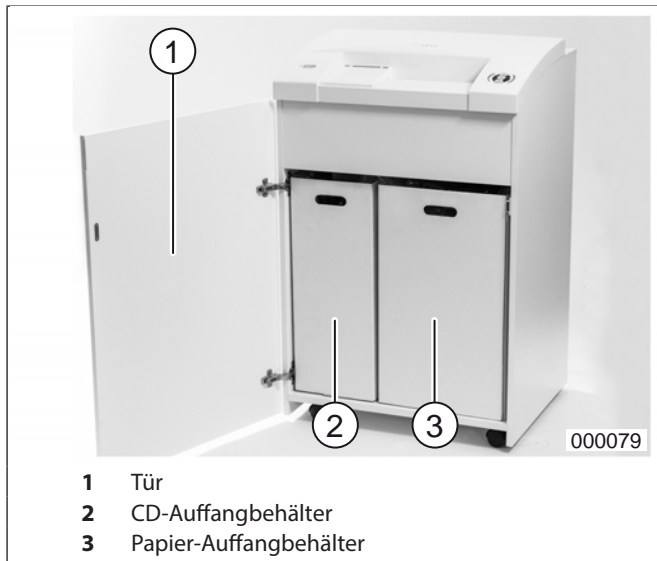

Abb.4 Auffangbehälter
Das Schnittgut wird getrennt in den zwei nebeneinander stehenden Behältern (Abb. 4) aufgefangen.
Entleeren Sie den CD-Auffangbehälter (Abb. 4/2) wie folgt:
1. Tür (Abb. 4/1) öffnen.
Entleeren Sie den Papier-Auffangbehälter (Abb. 4/3) wie folgt: